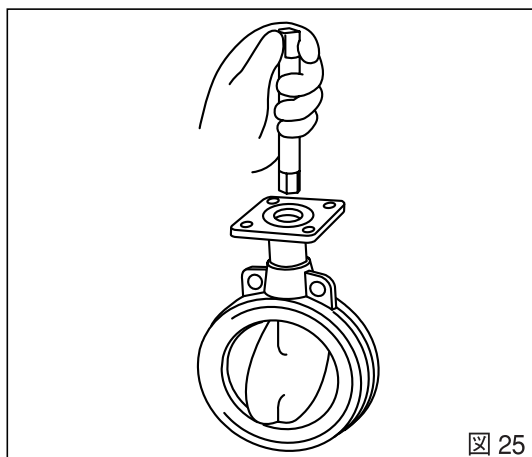

図 25
7. 上部弁棒の挿入：弁体と本体の上軸穴を合わせ、ブッシュに上部弁棒を組み込みます。（図25）